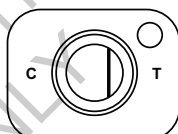

Fig. 1c. Nulo
- Resultado no válido:** Se observa una sola línea en el lado del test ("T") de la *Ventana de reacción* o no se observan líneas en la *Ventana de reacción* (Fig. 1c, 1d). El resultado del test no es válido si no se encuentra presente una línea de control al terminar el periodo de reacción.